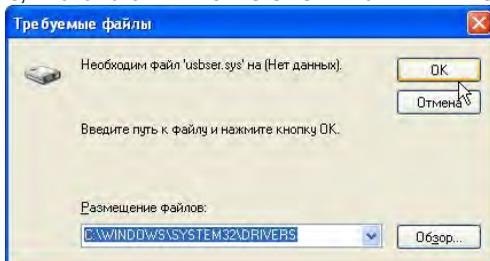

Рисунок 10
6.3.10 Если в процессе установки драйвера запрашивается файл «usbser.sys», рисунок 10, то необходимо указать путь к указанному файлу. Это системный файл, который уже присутствует в составе ОС и находится на системном диске, в каталоге `WINDOWS\SYSTEM32\DRIVERS`